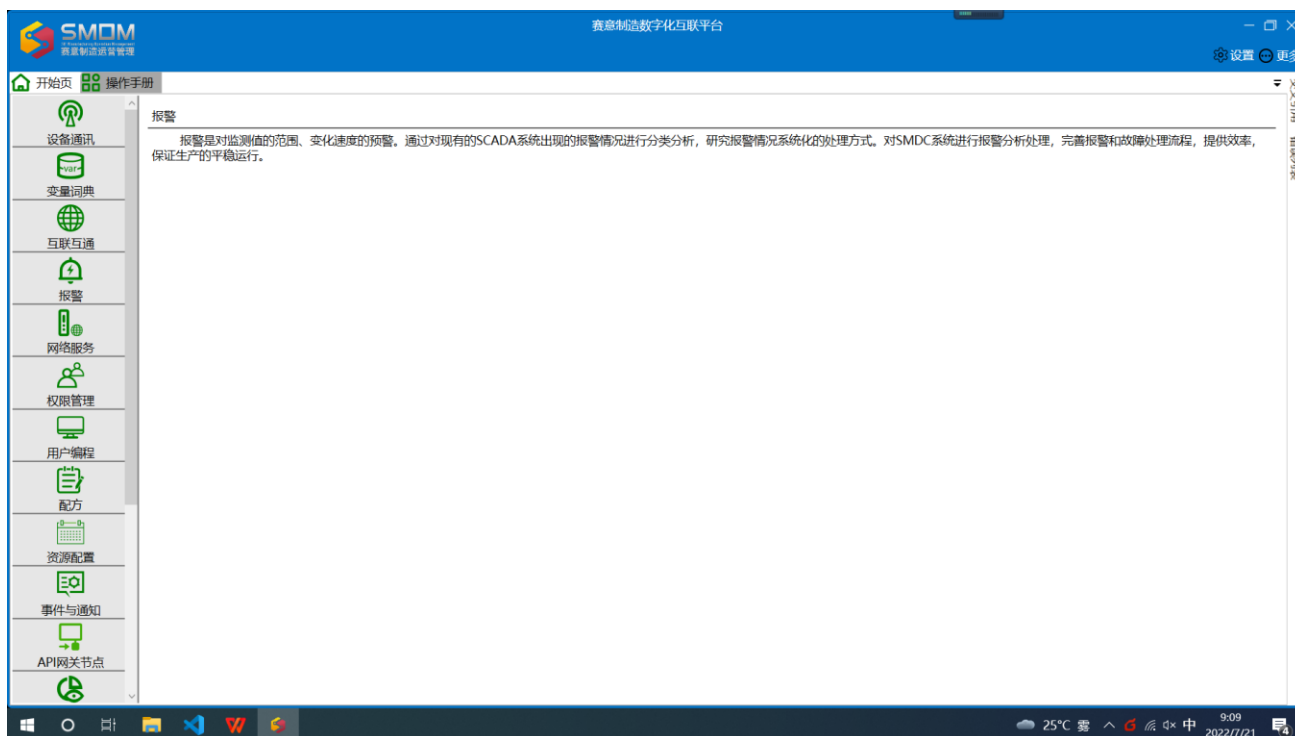
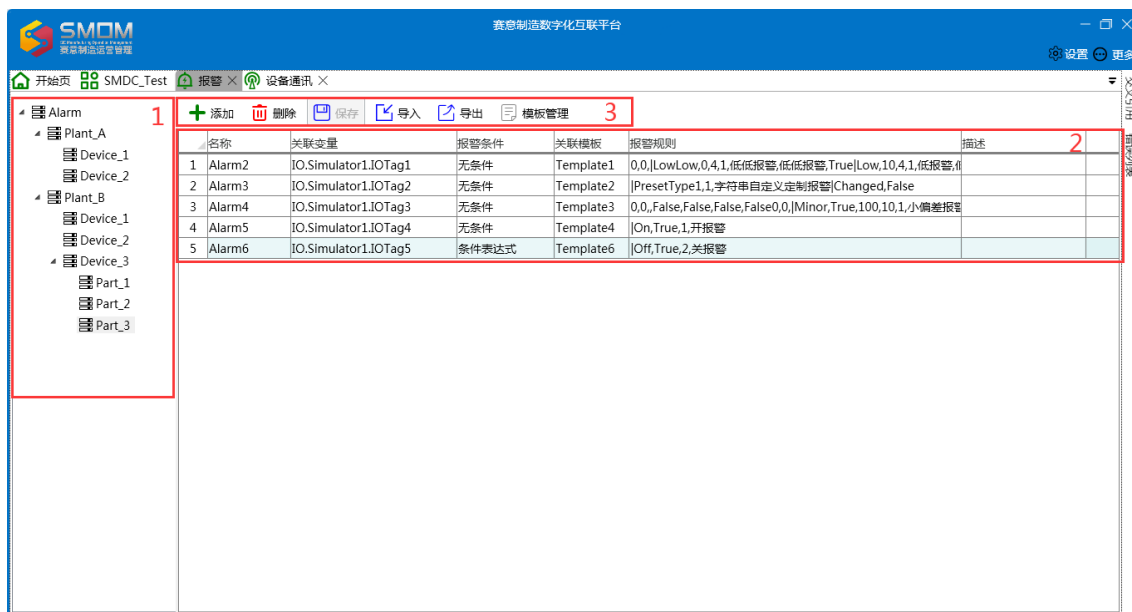

图 8-1-1 SMDC 工程主页面
图 8-1-2 报警主页面
进入工程界面(图 8-1-1)后,双击“报警”进入报警主页面(图 8-1-2)。
报警主页面(图 8-1-2)主要由 3 部分组成,它们分别是位于左侧的组窗口树形结构(标号 1),位于右侧上部的报警变量编辑工具栏(标号 3)和位于右下部的点窗口(标号 2)。组窗口用于变量组的相关编辑和显示,工具栏集成了报警变量编辑中的常用工具,点窗口是报警项配置和列表显示的位置。
报警主页面工具栏说明(图 8-1-2 标注 3):
- ①添加:点击后,在图 8-1-2 中新增一行待配置的报警项;
- ②删除:选中图 8-1-2 中某报警项,按此键,可删除该报警项;
- ③保存:报警编辑完后保存已配置报警项;
- ④导入/导出:可实现报警分组下报警列表与 Excel 之间的转入/转出,方便批量报警配置;
- ⑤模板管理:不同报警规则对应不同模板,模板管理实现对项目中所有模板进行统一管理,含新增,删除,清理等;此功能后台亦会自动识别处理,使用人员亦可忽略此项。